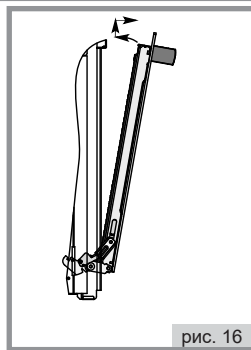

рис. 16
4. Взять дверцу за боковые стороны и потянуть на себя и вверх, чтобы освободить нижние оси шарниров, см. рис. 16;